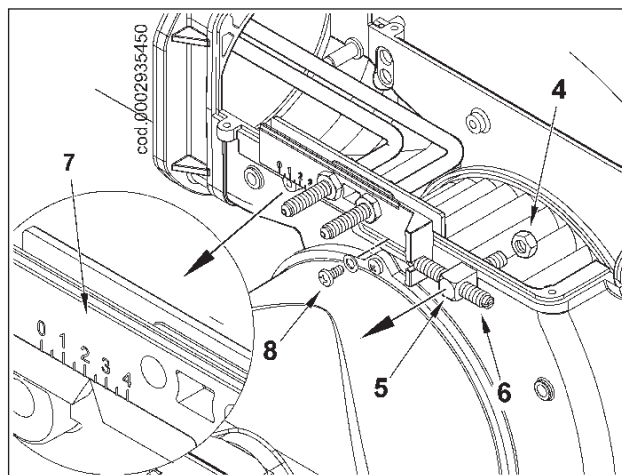

figura-2
- 3) Svitare il dado 4 posto all'interno della chiocciola bruciatore e rimuovere il nottolino 5 con la vite 6 di regolazione della posizione del gruppo miscelazione (figura 2).